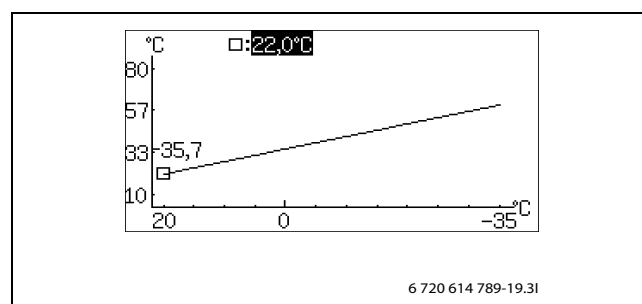

Bild 20
- Drehknopf bei markiertem Quadrat drehen, bis 0 °C markiert ist (→ Bild 20).